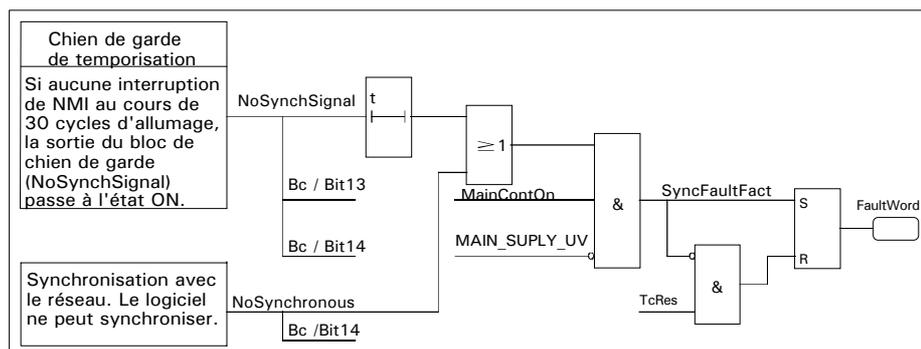

Figure 5-16 Supervision de la synchronisation
4. Le défaut "Synchronisation" est signalé lorsqu'une des situations précitées survient, le contacteur principal demeure fermé et il n'y a pas de Main_Supply_Undervoltage (cf. Figure 5-16).